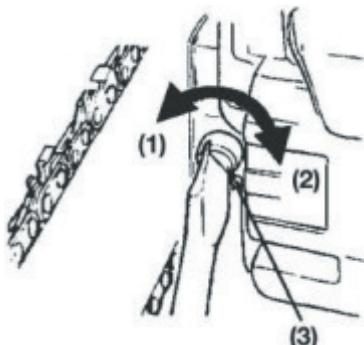

Рис. 5
- Удерживая наконечник шины, отрегулируйте натяжение цепи, повернув винт регулировки натяжения до тех пор, пока пильная цепь не натягнется должным образом Рис. 5.